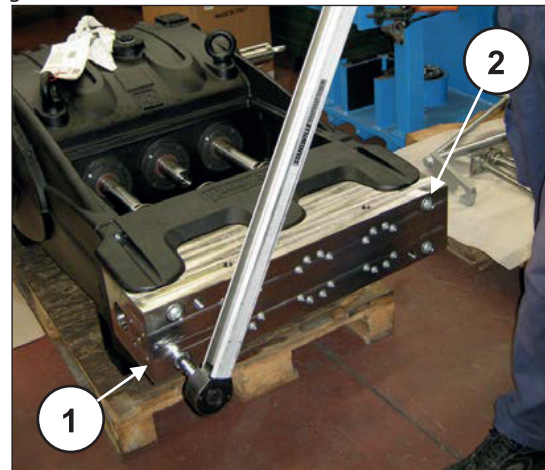
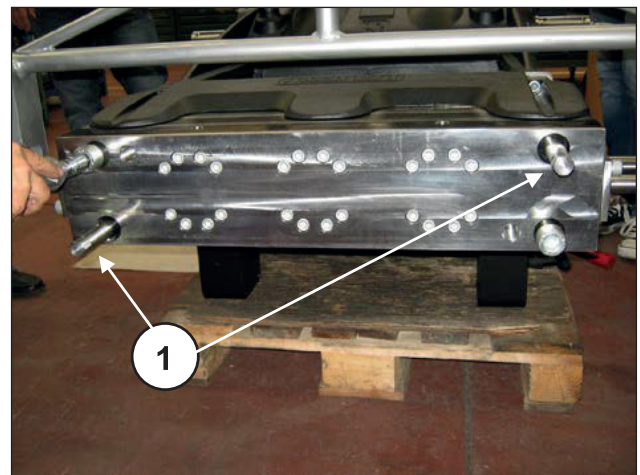

Abb. 167
Abb. 168
Lösen Sie zwei diametral entgegengesetzte Befestigungsschrauben des Kopfs M24 (Pos. ① und ②, Abb. 167), ersetzen Sie diese durch zwei Wartungsschrauben - Stifte (Art.27807000) (Pos. ①, Abb. 168), nehmen Sie dann die übrigen 2 Schrauben ab.